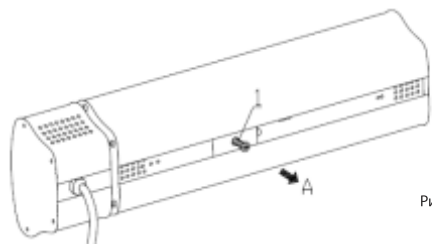

Рис. 2
3. Соберите установочный настенный крепеж как показано на рис. 2